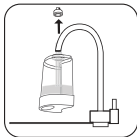

fig.13
2. Dévissez le bouchon du réservoir et remplissez-le d'eau. (fig.13)